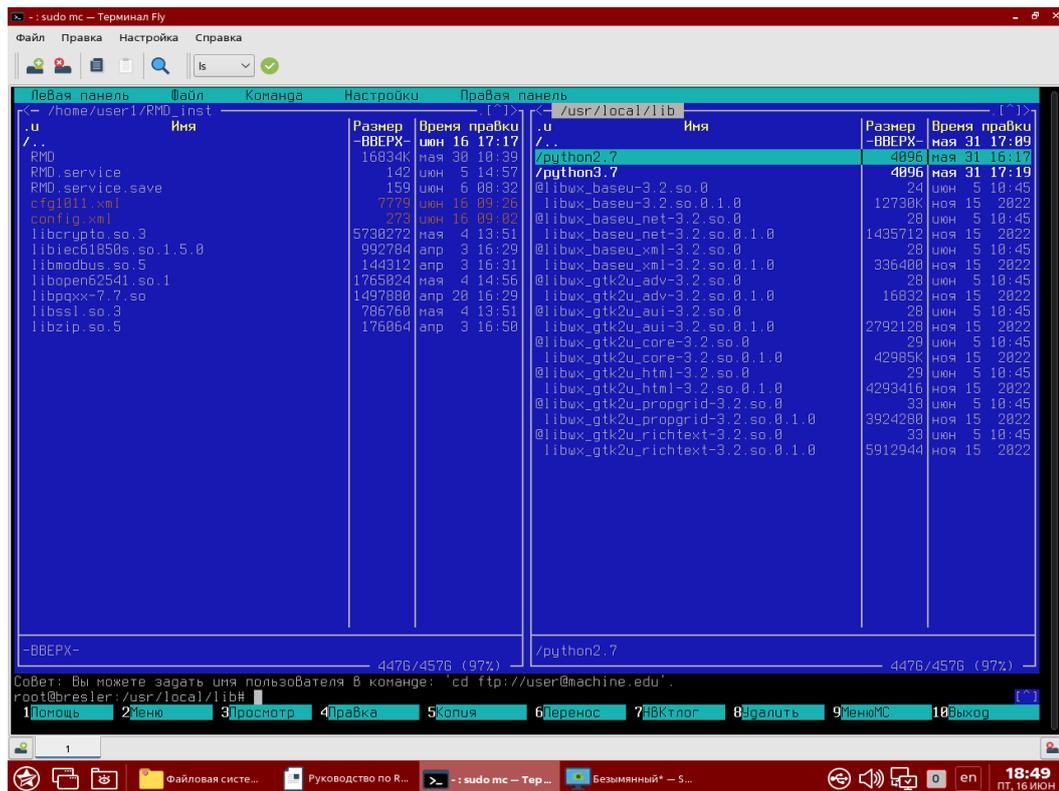

Рисунок 8 – Открытые папки «RMD_inst» и «lib» в терминале Fly
- 5) В левом экране терминала Fly открыть папку «RMD_inst» (полученная папка), в правом экране открыть папку «lib» (usr > local > lib) (рисунок 8).